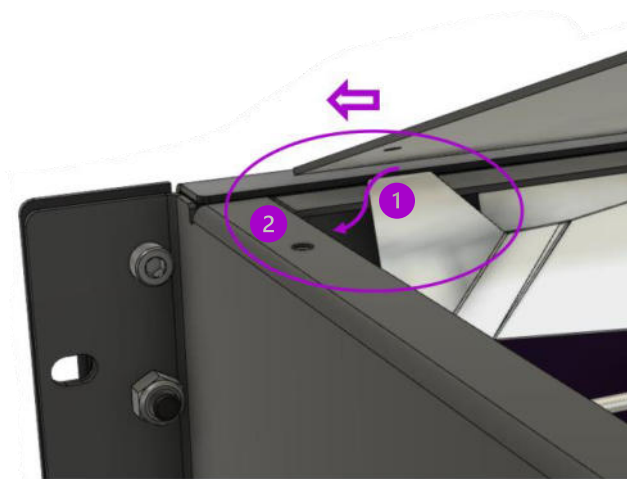

Abb. 21
2. Den oberen Gehäusedeckel nach links schieben. Die vordere linke Spiegelecke (1) unter den Flansch der linken Gehäusewand (2) schieben. (Abb. 21)